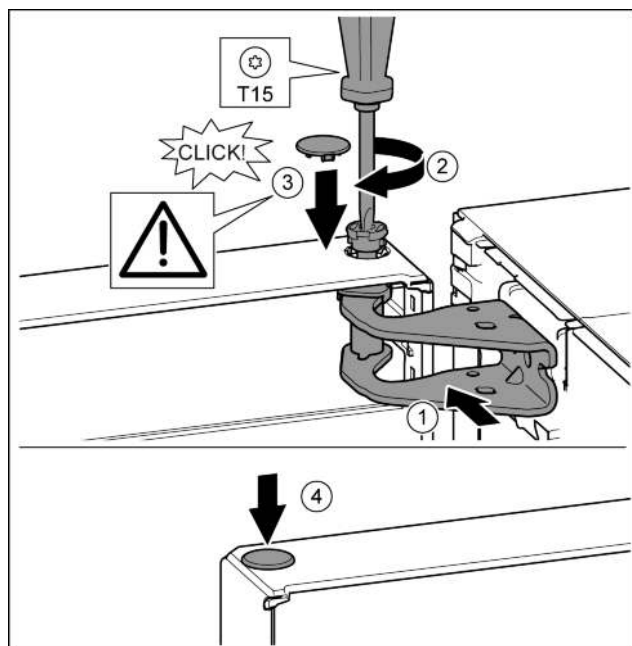

Fig. 21
- Дверь сверху выровнять по отверстию в опорном кронштейне. Fig. 21 (1)
- Вставить палец и затянуть отверткой T15. Fig. 21 (2)
- Установить предохранительную крышку для защиты двери: вставить предохранительную крышку и проверить, прилегает ли она к двери. В ином случае вставить палец полностью. Fig. 21 (3)
- Вставить заглушку. Fig. 21 (4)